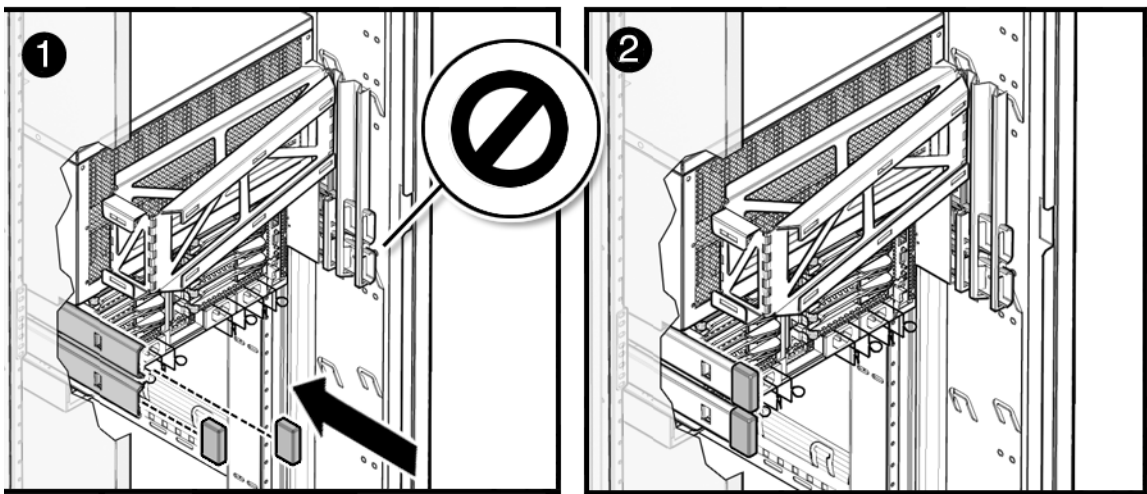

图 2-11 Sun SPARC Enterprise M5000 左后滑轨上的端帽
- 对于 Sun Sun SPARC Enterprise M5000 服务器, 需要在没有连接 CMA 的同一侧的滑轨上安装两个端帽 (图 2-11)。